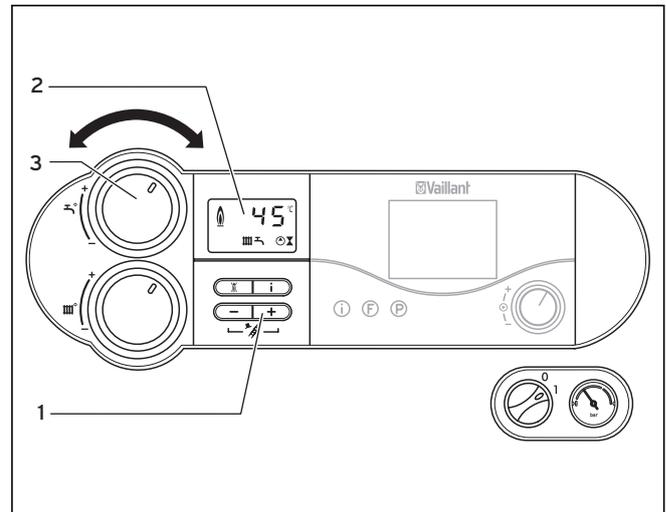

Abb. 4.6 Einstellung der Speichertemperatur
Bei Unterschreiten der eingestellten Speichertemperatur geht das Gerät selbsttätig in Betrieb und heizt den Speicher nach. Während der Speicherladung blinkt im Display (2) die Anzeige ⌘ , siehe Abbildung 4.6.
- Drehen Sie hierzu den Drehknopf (3) zur Einstellung der Warmwassertemperatur auf Linksanschlag, siehe Abbildung 4.6. Die Solarfunktion wird deaktiviert, es bleibt eine Frostschutzfunktion für den Speicher aktiv. Im Display (2) wird für ca. fünf Sekunden eine Speichertemperatur von 15 °C angezeigt.